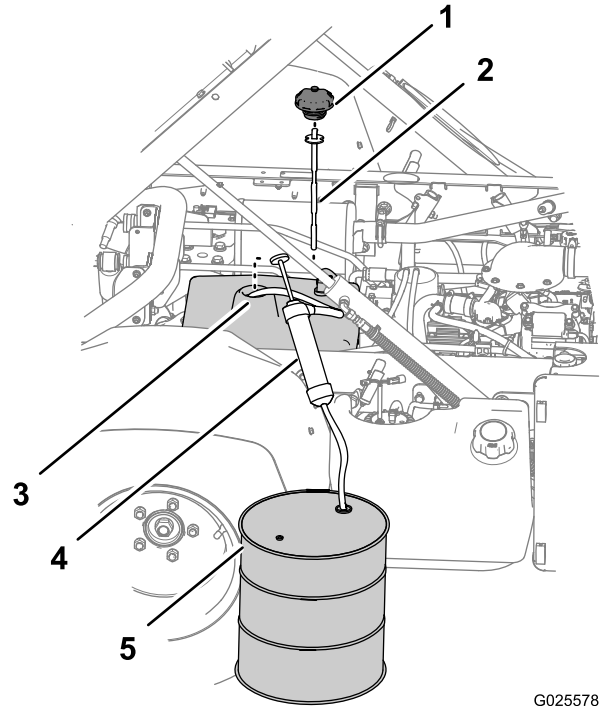

图82
3. 卸下液压油箱加油颈的盖子和量油尺 图82。
4. 将虹吸设备的进气软管穿过液压油箱的加油颈并到达油箱底部 图82。
5. 将虹吸设备的排放软管导入收集容器 图82 非 TC 型号的容器容量为 11.4L 带高流量液压套件可选的非 TC 型号或 TC 型号容量为 18.9L。
7. 从液压油箱卸掉虹吸设备 图82。
8. 向液压油箱添加 7.5L 非 TC 型号或 15.1L 带高流量液压套件可选的非 TC 型号或 TC 型号的指定液压油 图82。
9. 将量油尺和盖子装回液压油箱的加油颈 图82。